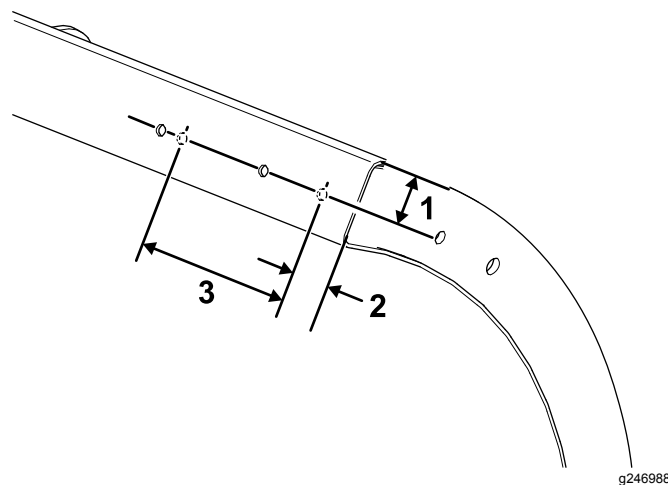

Figure 1
4. Sur le côté gauche de la lame chasse-neige, percez un trou (7/16 po) à l'emplacement indiqué sur la Figure 1.